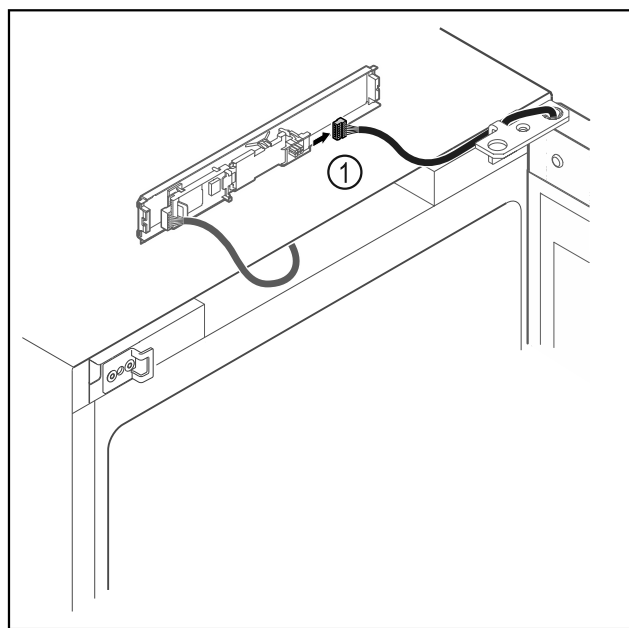

Fig. 17
- ▶ Αποσυνδέστε το φισ Fig. 17 (1) από την πλακέτα.